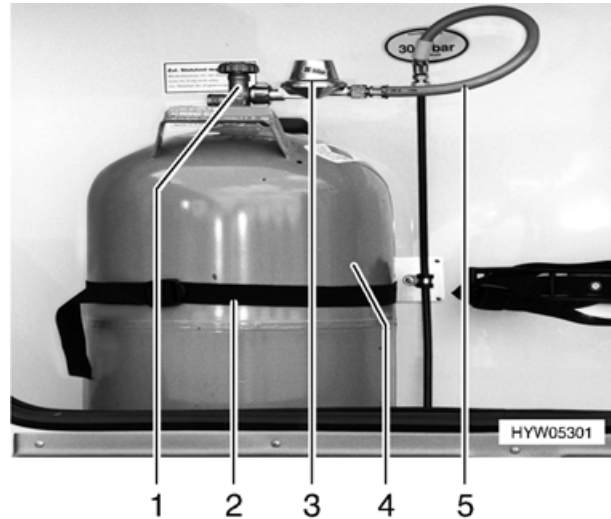

Bild 58 Gaskasten
- Haupt-Absperrventil (Bild 58,1) an der Gasflasche (Bild 58,4) schließen. Pfeilrichtung beachten.
- Gasdruckregler (Bild 58,3) mit Gasschlauch (Bild 58,5) von der Gasflasche von Hand abschrauben (Linksgewinde).
- Befestigungsgurt (Bild 58,2) lösen und Gasflasche herausnehmen.